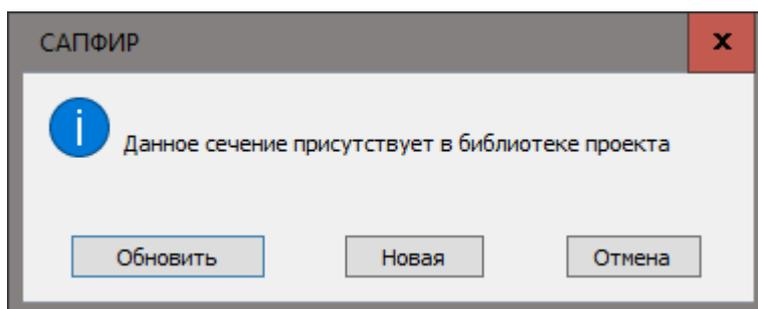

Рис.15.24. Диалоговое окно САПФИР
- в появившемся диалоговом окне **САПФИР** (рис.15.24) щелкните по кнопке **Обновить**.